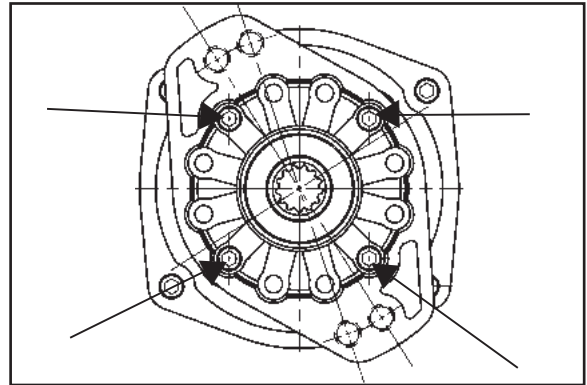

Abb. 9
9. Bei Verwendung eines drehbaren Flansches die Schraubendrehmomente der Tabelle auf Seite 40 entnehmen (**Abb. 9**).